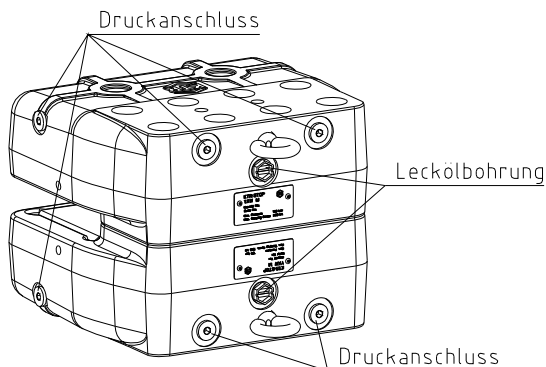

Bild 10: Anschlüsse der Lecköl-/Druckleitungen
- Schließen Sie die Druckölleitung an die Druckanschlüsse der Bremse an (siehe Bild 10 und 11), hierfür vorher die Verschlusschraube entfernen.
- Montieren Sie an der am höchsten liegenden Entlüftungsbohrungen (siehe Bild 10 und 11) eine Minimessschlauch mit einem Minimessschlauch, hierfür vorher die Verschlusschraube entfernen. Führen Sie das Ende des Minimessschlauches in einem geeigneten Auffangbehälter ab.
- Schließen Sie die Leckageölleitung an die Bremse an (siehe Bild 10 und 11), hierfür vorher den Verschlussstopfen entfernen.
- Schließen Sie die Druckölleitung an die Druckanschlüsse der Bremse an (siehe Bild 10, 12 und 13), hierfür vorher die Verschlusschraube entfernen.
- Montieren Sie an der am höchsten liegenden Entlüftungsbohrungen (siehe Bild 10, 12 und 13) eine Minimessschlauch mit einem Minimessschlauch, hierfür vorher die Verschlusschraube entfernen. Führen Sie das Ende des Minimessschlauches in einem geeigneten Auffangbehälter ab.
- Schließen Sie die Leckageölleitung an die Bremse an (siehe Bild 10, 12 und 13), hierfür vorher den Verschlussstopfen entfernen.